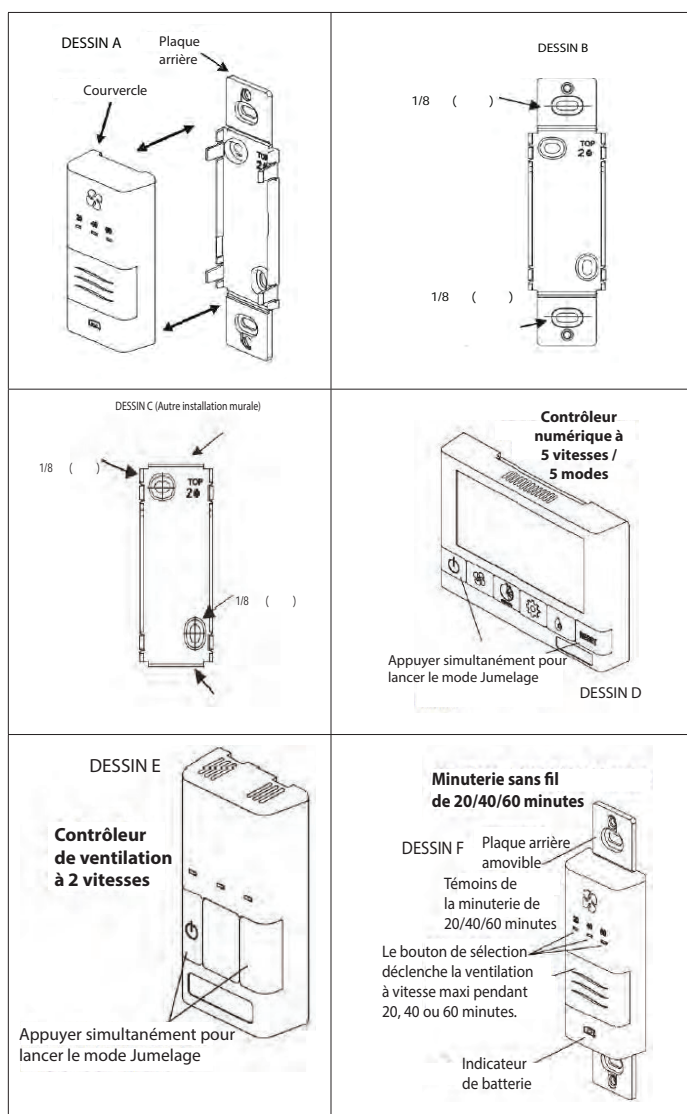

Figure 36. Installation de la minuterie sans fil
2. **Couplage de la minuterie sans fil de 20/40/60 minutes avec le contrôleur numérique à 5 vitesses / 5 modes:** Appuyer simultanément sur les boutons droit et gauche du contrôleur principal mural  et sur le bouton RESET). L'écran s'éteint et l'icône sans fil  clignote dans le coin inférieur droit de l'affichage. Ceci indique que le contrôleur principal est maintenant en mode de couplage (Figure 36, Dessin D).
3. **Couplage de la minuterie sans fil de 20/40/60 minutes avec le contrôleur mural Déshumidistat/Ventilation:** Appuyer simultanément sur les boutons droit et gauche du contrôleur principal mural  et soit sur  ou  en fonction du contrôleur principal). Les trois DEL de la rangée inférieure commencent à clignoter. Ceci indique que le contrôleur principal est maintenant en mode de couplage (Figure 36, Dessin E).
1. Séparer le couvercle de la plaque arrière en les écartant fermement (Figure 36, Dessin A).
2. Pour monter le contrôleur sans plaque décorative, casser les languettes supérieure et inférieure et voir la Figure 36, Dessin C, pour le montage.
- Placer la plaque arrière du contrôleur à l'endroit souhaité sur le mur et marquer avec un crayon l'emplacement des trous supérieur et inférieur pour les vis de fixation (Figure 36, Dessin B ou C). Percer deux trous de 1/8 po (3 mm).
- Remonter le couvercle sur la plaque arrière (Figure 36, Dessin A)